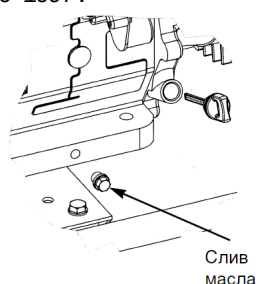

Рис. 5.
9.2.1. Расположить генератор строго горизонтально. Вывинтить щуп-пробку поз. 20 (рис. 1) из горловины картера, см. также рис. 5. Опустить в
9.5.1. На прогревом до рабочей температуры двигателе вывинтить пробку для слива масла поз. 19 (рис. 1), см. также рис. 5., сместив под сливным отверстием вспомогательную емкость. После прекращения истечения масла установить пробку на штатное место и затянуть.